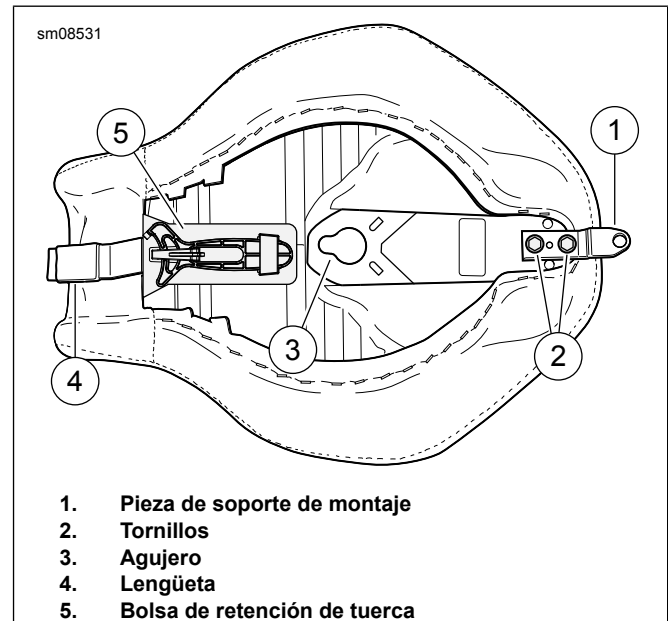

Figura 1. Pieza de soporte, tornillos, ranura de asentamiento y lengüeta
1. Ver Figura 1. Extraer los dos tornillos (2) que aseguran la pieza de soporte trasera del asiento (1). Extraer la pieza de soporte. Guardar los tornillos y la pieza de soporte para instalarlos en el asiento trasero.